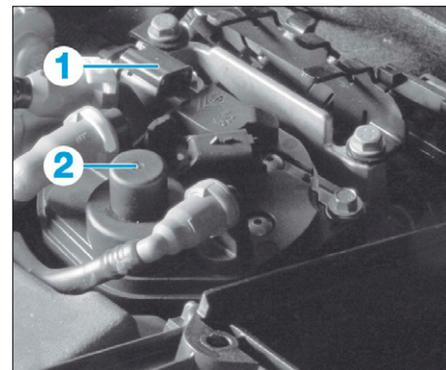

FIG. 62
- Pousser le capteur de présence d'eau (1) jusqu'à atteindre la butée (Fig.62).
- Actionner plusieurs fois la pompe d'amorçage manuelle (2) pour amorcer le circuit de carburant.